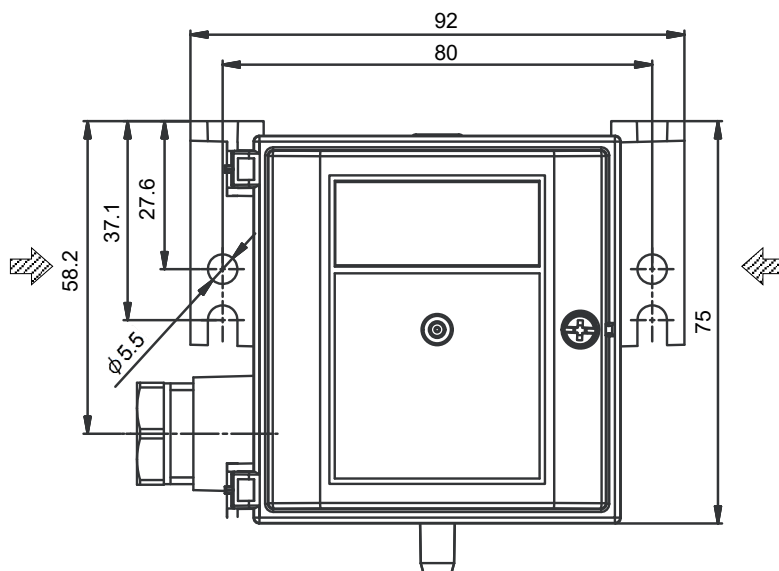

図5 壁面取付用穴 [φ5.5×2か所]
(3) 壁面に、『図5』の壁面取付用穴を使用し、**M5**ねじまたはタッピング(**2個**)で取り付けます。